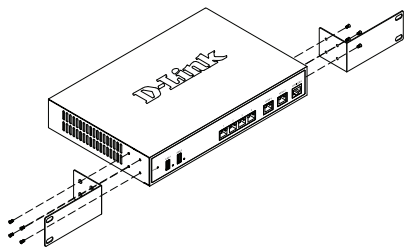

Figura 3. Collegamento delle staffe di montaggio del rack
- Collegare le staffe di montaggio su ciascun lato del telaio, come illustrato nella Figura 3 e fissarle utilizzando le viti in dotazione.